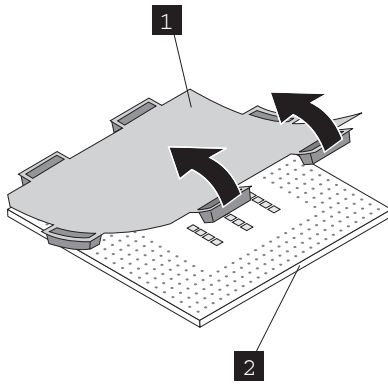

図 195. マイクロプロセッサからのプラスチック製保護カバーの取り外し
- e. マイクロプロセッサの底部にプラスチックの保護カバーがある場合は、250 ページの図 195 に示すように、カバーを慎重に取り外します。